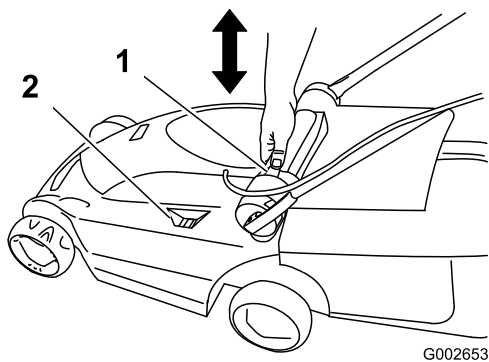

Figura 19
2. Pulse con el dedo pulgar el botón de ajuste de la altura de corte y baje o levante la palanca de ajuste de altura de corte hasta el indicador muestre la altura de corte deseada (Figura 19).